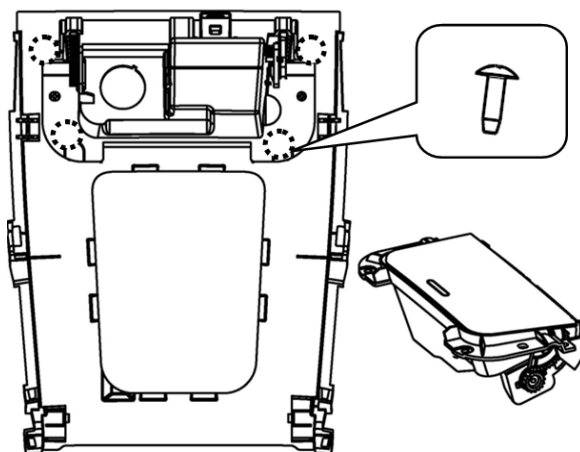

图 2.4.2 前烟灰缸总成拆卸（二）
(3)用十字螺丝刀卸下图 2.4.2 所示四个螺钉（Q2732995AF3），即可拆卸前烟灰缸总成。